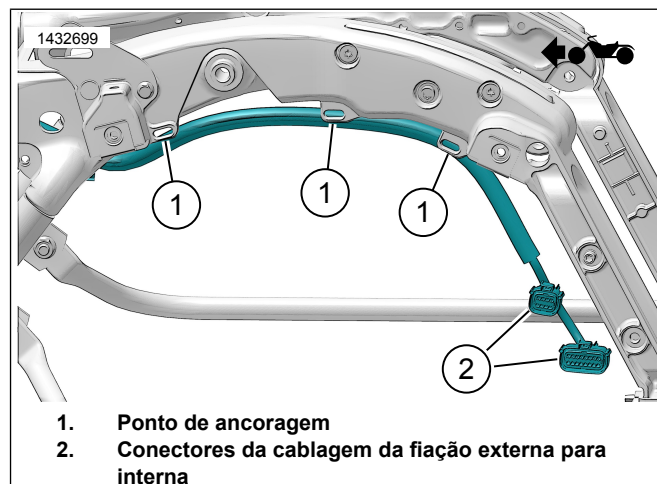

Figura 10. Orientação da cablagem do arnês externo do cabo (típico)
1. Ver a Figura 10. Encaminhe o chicote externo do alforje ao longo do quadro. Utilizando braçadeiras, instale o chicote de forma frouxa nos pontos de ancoragem (1). Não aperte as braçadeiras dos cabos.
Ver a Figura 10. Ligue o chicote externo do alforje ao chicote interno (2) do alforje.
- Ver a Figura 10. Encaminhe o chicote externo do alforge ao longo do quadro. Utilizando braçadeiras, instale o chicote de forma frouxa nos pontos de ancoragem (1). Não aperte as braçadeiras dos cabos.
Ver a Figura 10. Ligue o chicote externo do alforge ao chicote interno (2) do alforge.